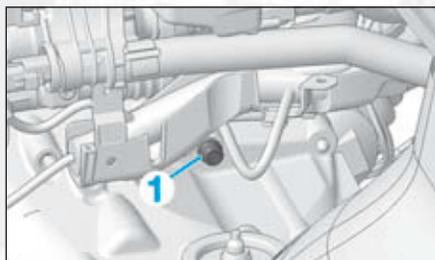

FIG.7
- la vis supérieure (1) du démarreur côté boîte de vitesses (Fig.7).